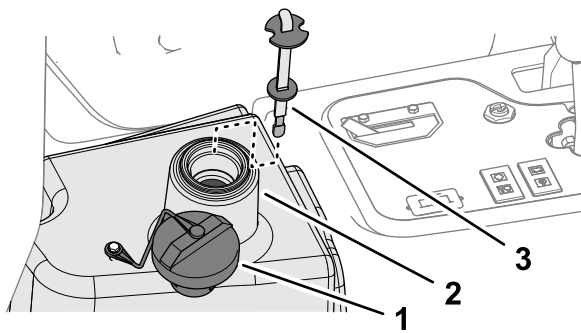

Figura 95
4. Llene el depósito (Figura 95) con aproximadamente 22,7 litros de fluido hidráulico; consulte Especificación del fluido hidráulico (página 64).